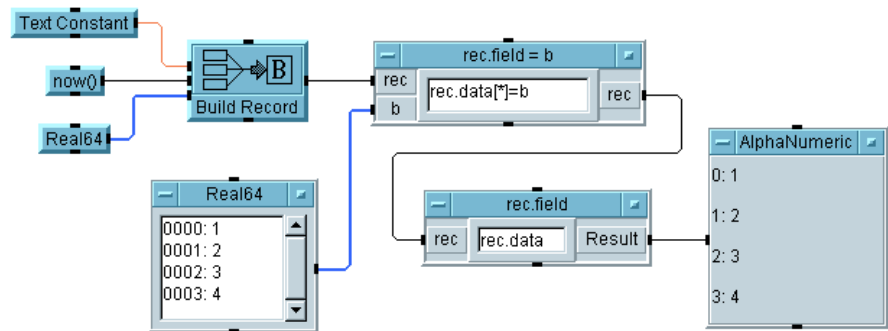

図 5-12. Set Field オブジェクトの使用
6. プログラムを実行し、setfield.vee としてセーブします。プログラムは図 5-12 のように表示されます。